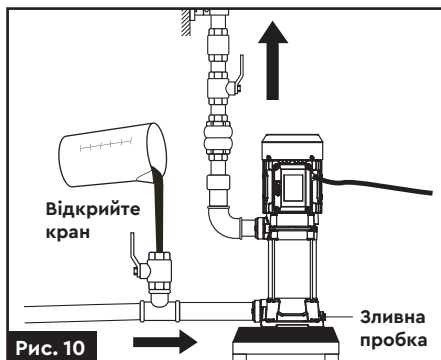

Рис. 10
1. Перш ніж підключати насос до електромережі, заповніть його корпус та всмоктуючий трубопровід водою за допомогою додаткового крану, що встановлений на всмоктуючому трубопроводі (рис. 10).
7. Для зливу рідини з корпусу насосної частини, відкрутіть пробку (рис. 10).